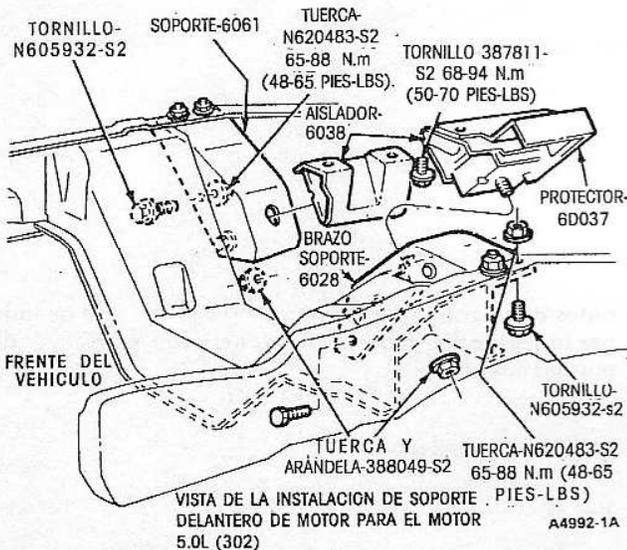

Fig. 9. Soporte Delantero de Motor—F-100, F-250—Bronco
4. Quite los tornillos y arandelas de sujeción del aislador al bloque (Fig. 9) y quite el aislador y el protector de calor, únicamente del lado izquierdo.